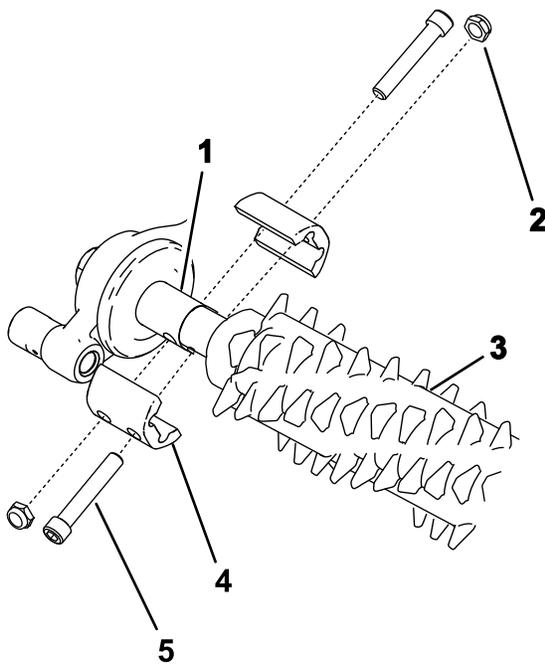

Bild 17
2. Richten Sie die Groomerspindel mit dem Groomerantrieb und den Riemenscheiben aus (Bild 17).
3. Sichern Sie den Groomer wie in Bild 17 dargestellt an der Maschine und ziehen Sie die Schrauben bündig an.